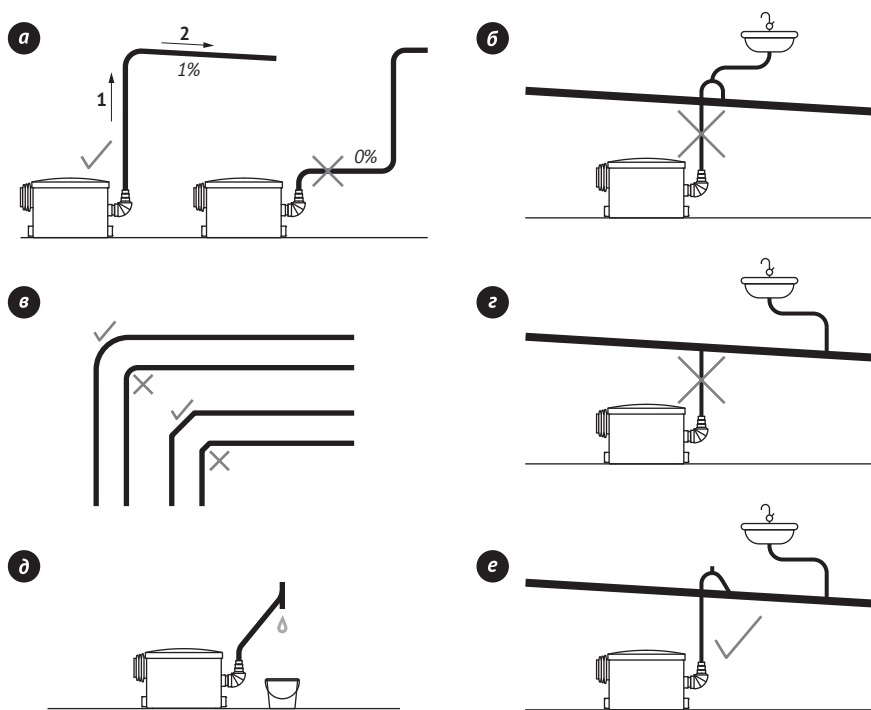

Рис. 14
- вертикальный участок всегда должен предшествовать горизонтальному (рис. 14а);
- горизонтальные участки должны иметь уклон не менее 1 % (рис. 14а);
- все изгибы напорного трубопровода должны быть плавными. Например, для поворота на 90°, рекомендуется использовать два угловых фитинга по 45° (рис. 14в). Каждый поворот уменьшает максимальную длину горизонтального сброса на 1 м;
- напорный трубопровод должен иметь отдельный вход в канализационный лежак или стояк, который не должен совмещаться ни с какими другими канализационными трубами (рис. 14е);
- вход в лежак выполняется сверху, под углом в направлении основного потока (рис. 14е);
- в нижней точке вертикального участка трубопровода рекомендуется установить слив для удобства проведения обслуживания и демонтажа станции (рис. 14д).